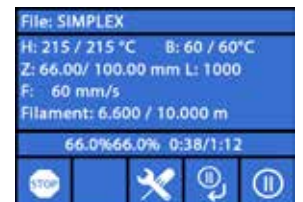

Fig. 59
- ⇒ Press the  button (see Fig. 59).
⇒ Press the  button (see Fig. 59).